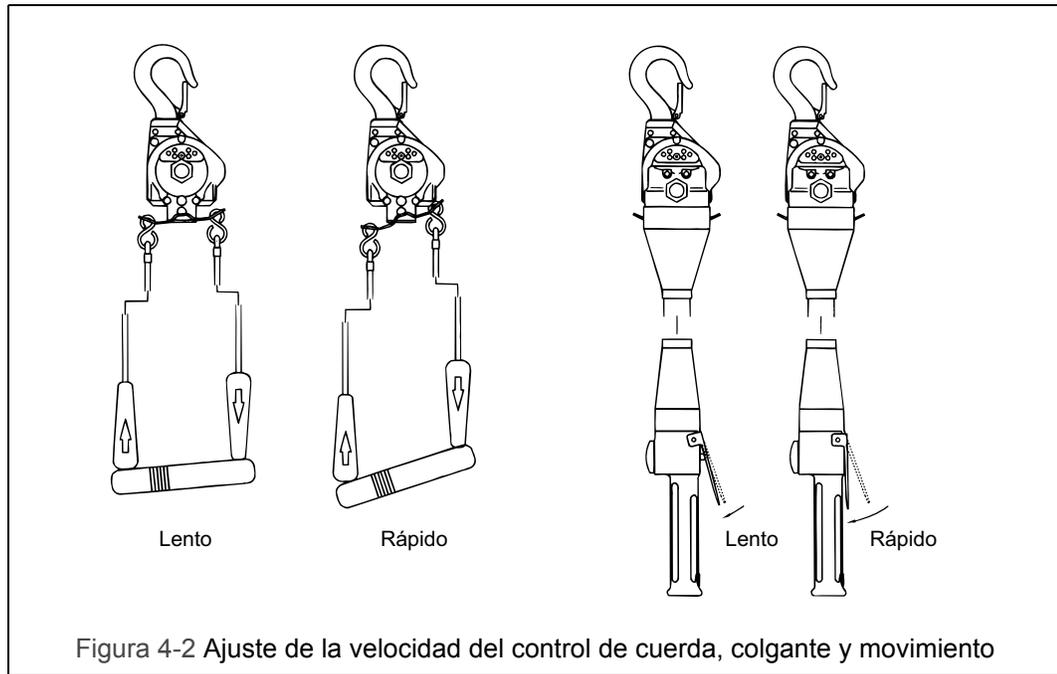

Figura 4-2 Ajuste de la velocidad del control de cuerda, colgante y movimiento
4.4.1 Para el control con cuerda, el ajuste de la velocidad se realiza variando la fuerza con que se tira de la cuerda. Consulte la Figura 4-2.
4.4.2 Para el control colgante o de movimiento, ajuste la velocidad variando la cantidad de presión sobre la palanca. Como se muestra en Figura 4-2, al accionar ligeramente la palanca, usted podrá controlar los movimientos del polipasto/tecle de cadena más lentamente y con mayor precisión. Presionando un poco más la palanca, la velocidad del polipasto/tecle de cadena se incrementará hasta que se accione por completo la palanca.